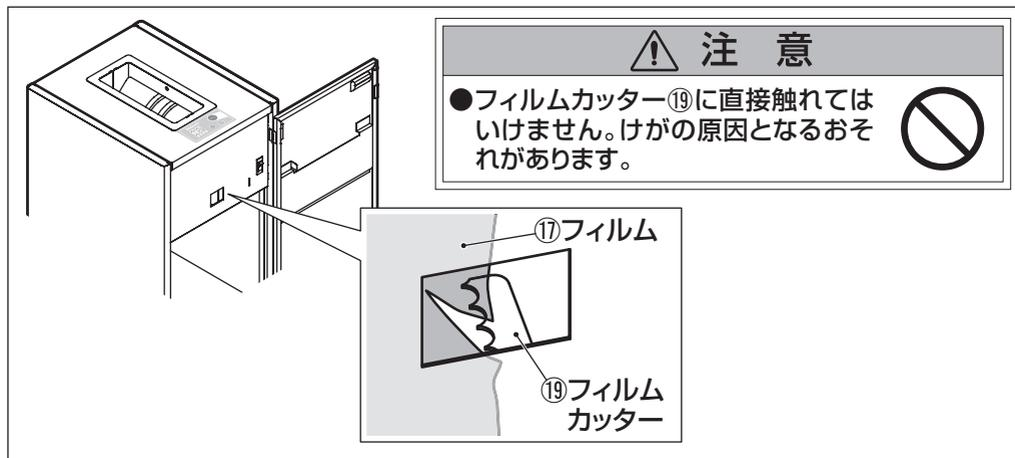

図5 フィルムカッター拡大図
- ❗ ●フィルムをカットするときは、フィルムカッター⑲にフィルムを引っかけて切れ目を入れてください。 P7 図5 参照
P7 図5 参照